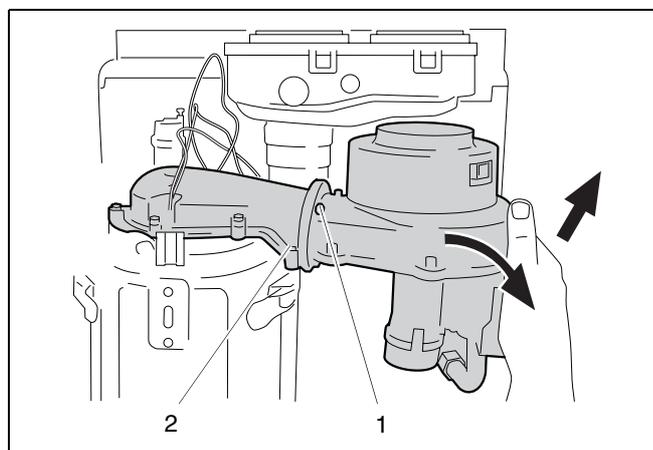

Fig. 44 Smontare KombiVent
- Rimuovere il dado (fig. 44, pos. 1) e smontare "Kombi-Vent" (unità gas/aria).